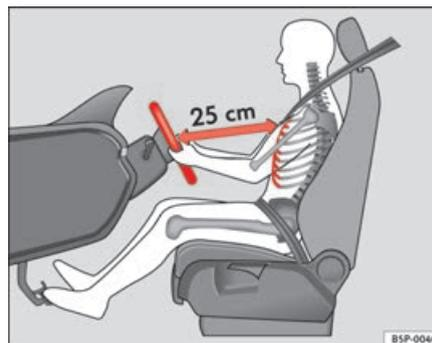

Fig. 135 Position de conduite correcte
- Réglez le volant jusqu'à ce que vous obteniez la position souhaitée ⇒ fig. 135.
- Réglez le siège du conducteur ou le volant de sorte que la distance entre celui-ci et votre thorax soit au moins de 25 cm ⇒ page 171, fig. 135. Si vous ne respectez pas cette distance minimale, le système d'airbags est dans l'incapacité de vous protéger – danger de mort !